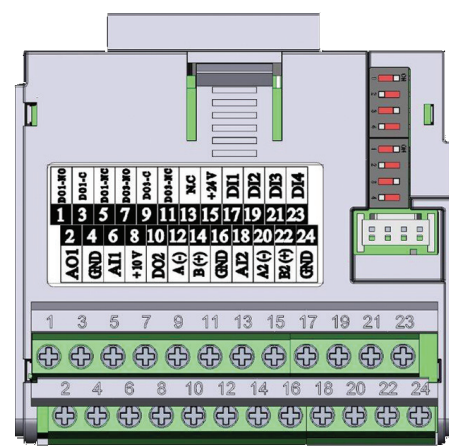

Abbildung 17.4: Steckmodul CFW500-CRS485
Das CFW500-CRS485 Steckmodul verfügt über eine serielle Schnittstelle (1) über den Port RS-485 an den Anschlussklemmen 12 (A-) und 14 (B+) und über eine serielle Schnittstelle (2) über einen anderen RS-485-Port an den Anschlussklemmen 20 (A2+) und 22 (B2+), vgl. Abbildung 17.4 auf Seite 17-1.